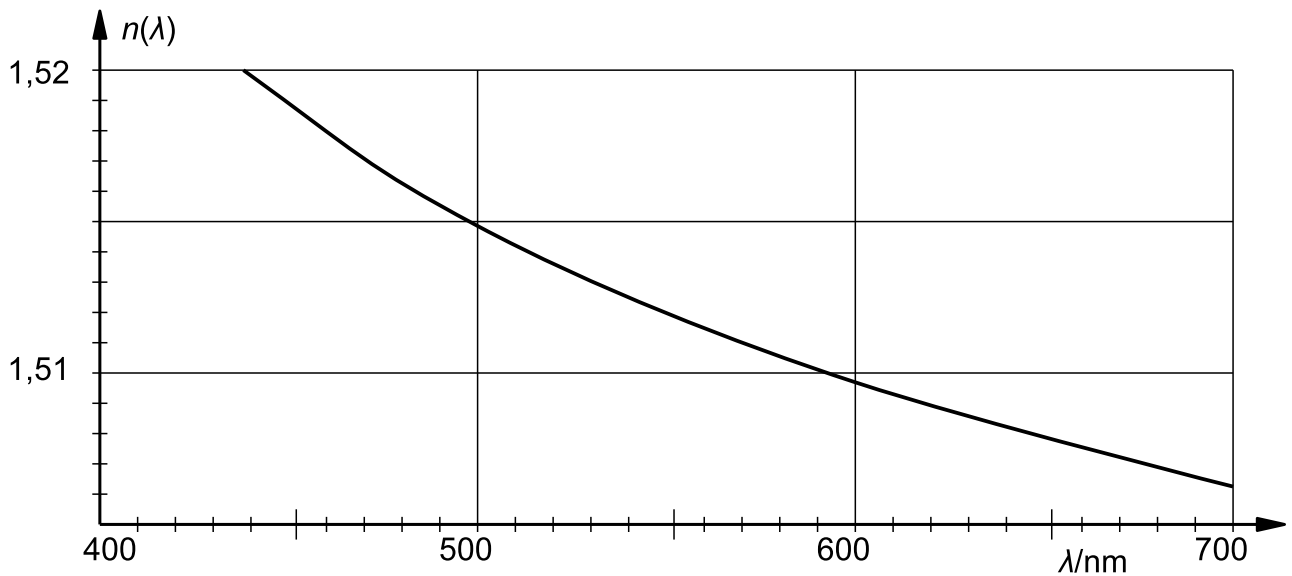

Abbildung 2: Brechungsindex n_λ von Kronglas in Abhängigkeit der Wellenlänge λ
2. Verifizieren Sie Gleichung (1) indem Sie das Produkt $f_\lambda \cdot (n - 1)$ für die Filterwellenlängen λ bestimmen. Geben Sie einen Fehler für das Produkt an. Den Brechungsindex entnehmen Sie dabei der Abbildung 2.
3. Tragen Sie $\sqrt{f_0 - f}$ über h auf und bestimmen Sie mit Hilfe von Gleichung (4) aus den Steigungen der Ausgleichsgeraden und der Geraden minimaler und maximaler Steigung den Brechungsindex n des Linsenmaterials und seinen Fehler Δn . Vergleichen Sie ihren Wert mit dem in Abb. 2 für die verwendete Wellenlänge angegebenen.